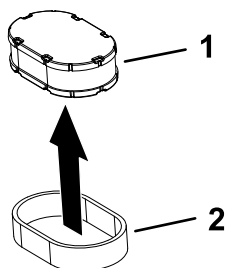

Bild 39
5. Trennen Sie den Schaumstoff- und Papiereinsatz (Bild 39).